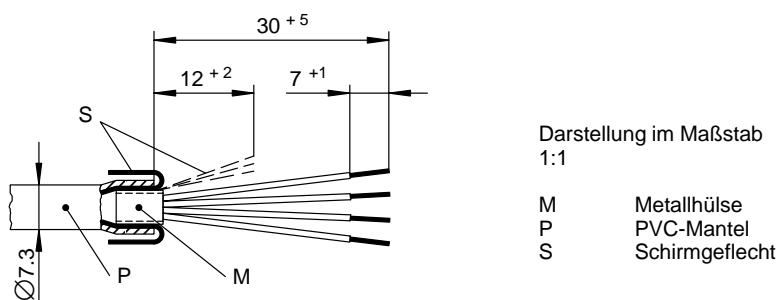

Bild 25 Aufbereitung des Kabels für die Montage des RS 485-Steckers
Schritt 2 Bereiten Sie die Kabelenden gem. Bild 25 auf.
Schritt 3 Führen Sie die beiliegende Metallhülse "M" nach Bild 25 zwischen Schirmgeflecht "S" und Kabeladern ein.